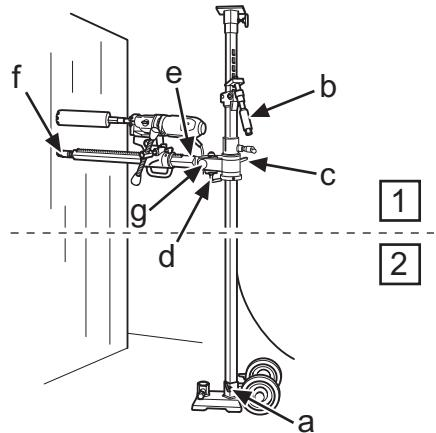

Fig.3
- Para perfurar a más de 1,5 m de altura, el tubo exterior grueso debe estar orientado hacia arriba, y al revés para perfurar a menos de 1,5 m de altura. Comprobar que el puntal está bloqueado en la placa base con el tornillo de fijación (a) (fig. 3).
- Se a perfuração vai ser feita a uma altura superior a 1,5 m, o tubo grosso externo deverá estar voltado para cima, ou ao contrário se vai ser feita abaixo de 1,5 m. Certifique-se de que a escora está travado na placa base com o parafuso de bloqueio (a) (Fig. 3).
- When drilling is to be performed at a height greater than 1.5 metres, the heavier outer tube should be turned upwards and vice versa when drilling below 1.5 metres. Check that the support column is clamped in the base plate with the locking bolt (a) (Fig. 3).
- 3. Clamp the telescopic support column against the ceiling, choose the closest hole in the holed inner tube. Clamp using the support column handle (B) and screw the last bit using a 24 mm spanner, do not clamp too tight.
6. Controlar la posición de la broca de corona. Enroscar el tornillo de puntal (f) (fig. 3/7) contra la pared para fijar la columna de perforación. Fijar con una tuerca de seguridad de 30 mm (f) (fig. 3/7), usando una regla de madera o similar como separador.
- La columna de perforación es girable en 360° y se fija en cada posición con un tornillo Allen de 8 mm (e) (fig. 3/4).
5. Incline novamente e levante a coluna de perfuração, fixe com o punho em L (d) e a porca (g) (fig. 3). Para perfuração inclinada, afrouxa-se o punho em L (d) e coloca-se a coluna de perfuração na posição desejada apertando a porca (g) com a chave de 30 mm (Fig. 4).
6. Controlar a posição da coroa da broca. Enroscar o parafuso de escora (f) (Fig. 3/7) contra a parede para fixar a coluna de perfuração. Fixar com a porca de segurança de 30 mm (f) (Fig. 3/7), usando um calço de madeira ou similar como separador.
- A coluna de perfuração pode rodar 360° e é fixada na posição desejada com uma chave Allen de 8 mm (e) (Fig. 3/4).
5. Tilt back and fold up the drill column, secure with the L-handle (d) and nut (g) (fig. 3). When angle drilling loosen the L-handle (d) and the drill column is set at the required angle by tightening the nut (g) using a 30 mm spanner (Fig.4).
6. Check the position of the drill bit. Screw in the support column screw (f) (Fig. 3/7) against the wall to secure the drill column. Secure with the locking nut 30 mm (f) (Fig. 3/7), use a wooden batten or the like as packing.
- The drill column can be turned through 360° and locked in respective positions using an 8 mm hex-key (e) (Fig. 3/4).